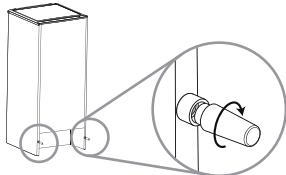

Fig.2
- 2 Indien aanwezig, installeer de wand spacer in een centrale positie aan de achterzijde van het apparaat.(fig. 2)